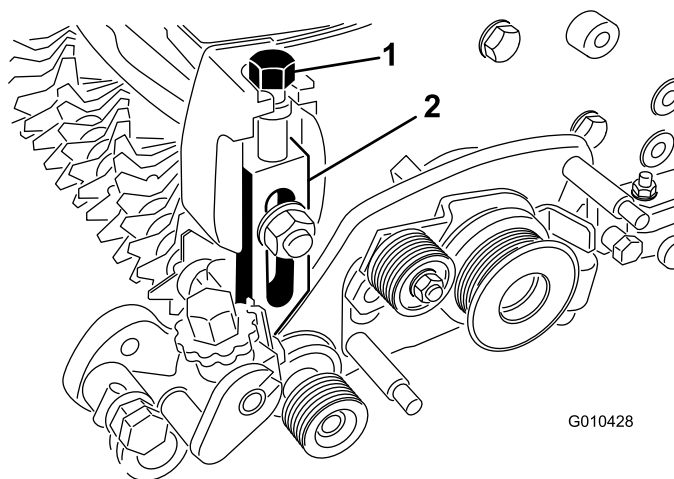

Figura 14
6. Enrosque el perno de ajuste de la altura de corte en la parte superior del brazo de ajuste izquierdo (Figura 14).
7. Instale el brazo de ajuste izquierdo en la placa lateral de la unidad de corte usando el perno de cuello cuadrado, la tuerca y la arandela existentes (Figura 14).
10. Enrosque el tornillo de ajuste de la altura de corte en la parte superior del brazo de ajuste derecho (Figura 14).
12. Instale el brazo de ajuste derecho en la placa lateral de la unidad de corte usando el perno de cuello cuadrado, la tuerca y la arandela existentes (Figura 14).